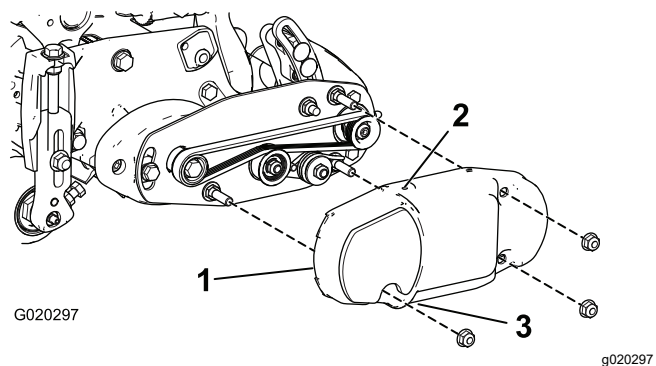

図 16
2. ベルトカバーを取り付けボルトに取り付けてフランジナット2個で固定する図 16。